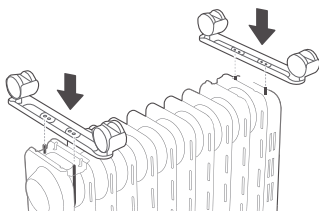

Figura 1
2. Encajar los agujeros de los dos juegos de rodillos en los tornillos que están en la parte inferior izquierda y derecha del radiador - a la izquierda de las ruedas- la bandeja de apoyo al final del elemento y a la derecha de panel de control (ver figura 1).